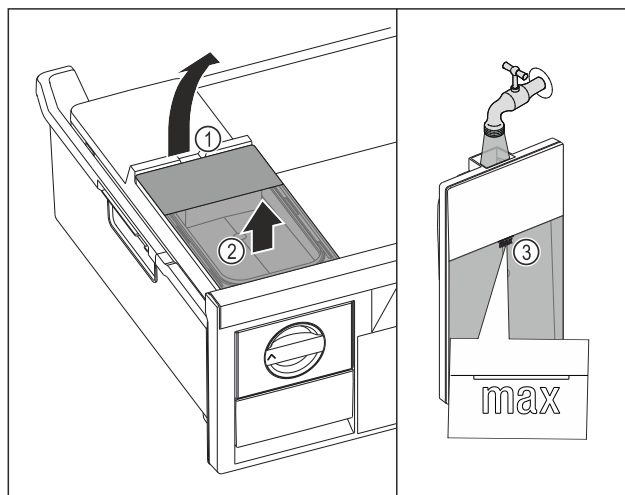

Fig. 129
- ▶ Wassertank an der Aussparung Fig. 129 (1) anheben.
- ▶ Wassertank nach oben entnehmen. Fig. 129 (2)
- ▶ Wassertank bis zur Markierung Fig. 129 (3) mit Trinkwasser befüllen.